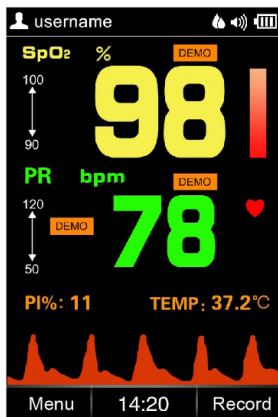

Figura 4.10K Modo demostración
- **Demo (Demostración):** Active el modo demostración, como se muestra en la figura 4.10K.